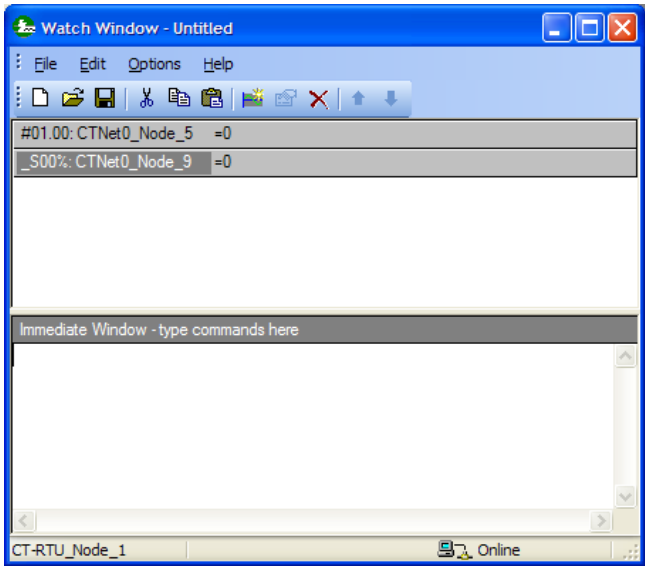

Рис. 7-11 Окно контроля Watch (2)
7. Окно контроля теперь будет выглядеть, как показано на Рис. 7-11.